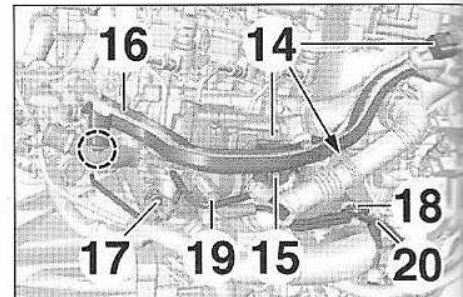

FIG.134
- Débrancher les connecteurs (14) (Fig.134).
- Déposer la vis (15).
- Dégrafer puis écarter le guide (16) du faisceau électrique.
- la vis (17),
- l'agrafe (18).
- Débrancher le raccord (19).
- Écarter les canalisations (20) du circuit de dépression.